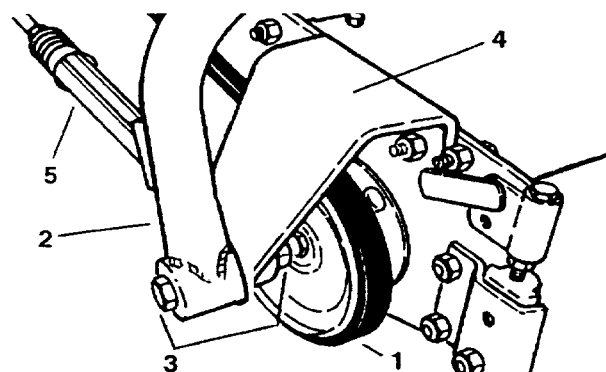

Figure 46
1. Acheminer les (3) courroies trapézoïdales (deux non montées) autour des poulies de l'arbre de renvoi et des poulies du cylindre (Fig. 46).
1. Du côté poulie des unités de coupe avant et aux deux extrémités de l'unité de coupe arrière, enlever l'écrou du boulon qui fixe le châssis porteur au support du tendeur (Fig. 46).
1. Du côté poulie des unités de coupe avant et aux deux extrémités de l'unité de coupe arrière, mettre une rondelle, une entretoise, une tige de tension de courroie et une entretoise sur le boulon à tête (Fig. 46).